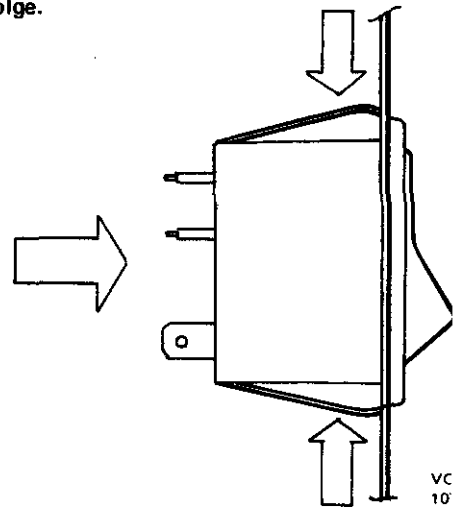

Abb. 3-21 Ausbau des Kipptastenschalte
4. Schalter ausbauen. Dazu zuerst die Feder des Schalters zusammenklemmen und das Schalter aus der Mittelkonsole herausdrücken siehe Abb. 3-21.